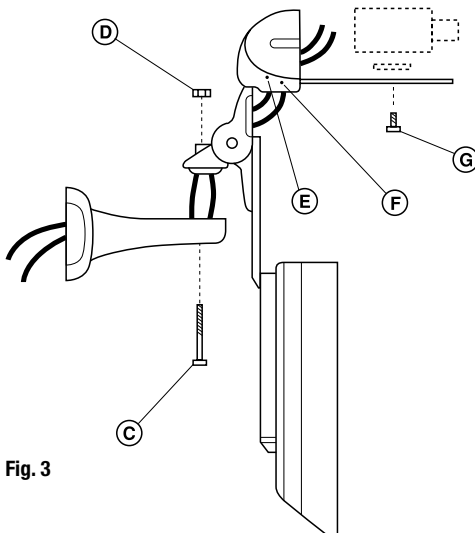

Fig. 3
6. Faire passer les câbles dans la rotule et assembler la rotule au support en utilisant la vis (C) et l'écrou (D) (Fig. 3).
8. Faire passer les câbles dans les presses-étoupes (E) et visser les deux vis qui sont situées au centre des plaques (F) (Fig. 3).
10. Fixer la caméra, éventuellement avec les élévateurs, à la glissière interne à l'aide de la vis (G) et de la rondelle isolante correspondante (Fig. 3).